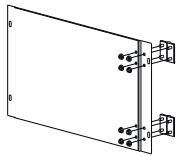

Рисунок 10
4.8.1 Закрепите две петли на поворотной панели и кронштейне панели оперативной поворотной гайками M6 (рисунок 10).